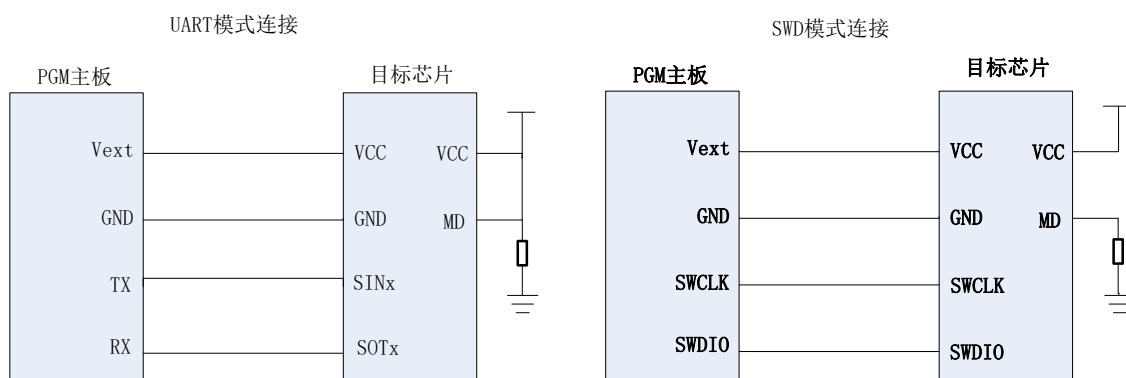

图 4 部分系列连线方法 1
• **HC32L15/HC32F14/HC32M14/HC32L13/HC32F03/HC32L17/HC32L19/HC32L07/HC32F07/HC32F19/HC32F17** 系列芯片的接线方法如图 4 所示。
HC32L110/HC32F003/HC32F005 系列芯片没有 MD 引脚，其他引脚连线方法与图 4 相同。